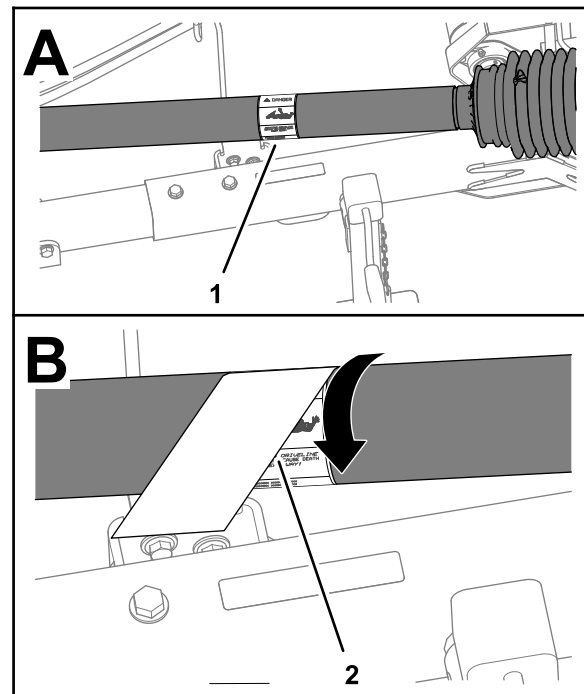

Figura 3
1. Ruotate la protezione dell'albero della PDF per accedere all'adesivo di aggrovigliamento esistente (Figura 3).
4. Posizionate l'adesivo di aggrovigliamento CE sull'adesivo di aggrovigliamento esistente (Figura 3).